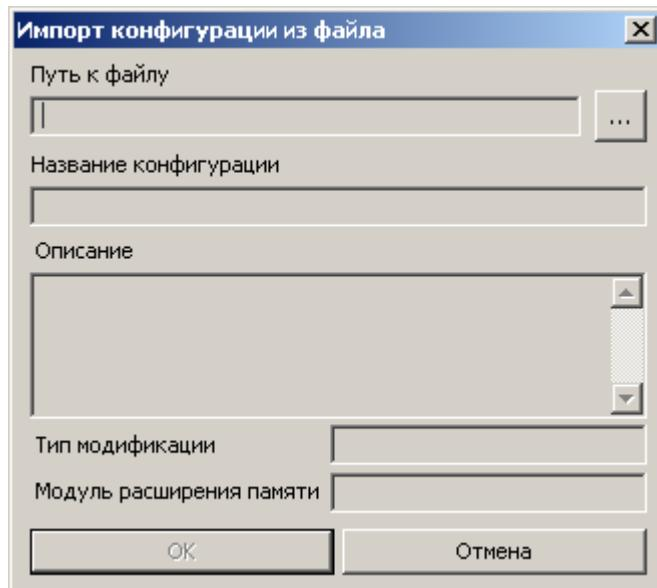

Рис. 3.3-34 Окно Импорт конфигурации из файла
Откроется окно **Экспорт конфигурации в файл** (Рис. 3.3-34).
3. Ввести название сохраняемой конфигурации в соответствующем поле (см. Рис. 3.3-34, 1).
4. В поле **Описание** ввести описание сохраняемой конфигурации (см. Рис. 3.3-34, 2).
5. Нажать на кнопку и указать имя и путь к файлу, в который сохранится конфигурация (см. Рис. 3.3-34, 3).
6. Из раскрывающегося списка **Версия конфигурации** выбрать необходимый формат сохранения конфигурации (см. Рис. 3.3-34, 4).
7. Для записи конфигурации в файл нажать кнопку **OK** (см. Рис. 3.3-34, 5).
Откроется окно **Импорт конфигурации из файла** (Рис. 3.3-34).
3. Нажать на кнопку и указать путь к файлу конфигурации (см. Рис. 3.3-34).
4. Для загрузки конфигурации из выбранного файла нажать кнопку **OK** (см. Рис. 3.3-34).